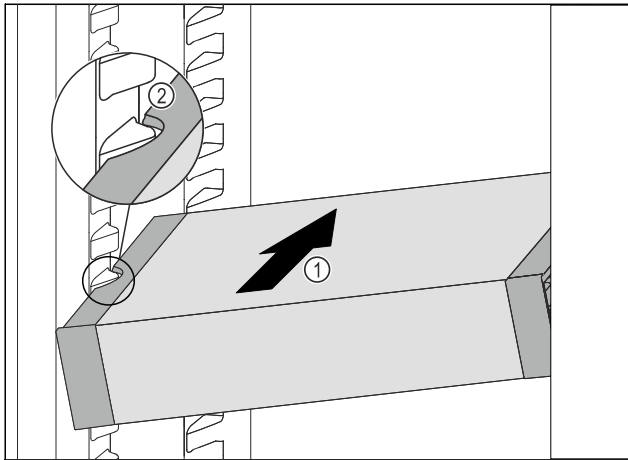

Fig. 109
- ▶ Вдвигайте VarioSafe под наклоном в холодильное отделение Fig. 109 (1), пока боковые выемки Fig. 109 (2) VarioSafe не окажутся на высоте выступа резервуара в холодильном отделении.